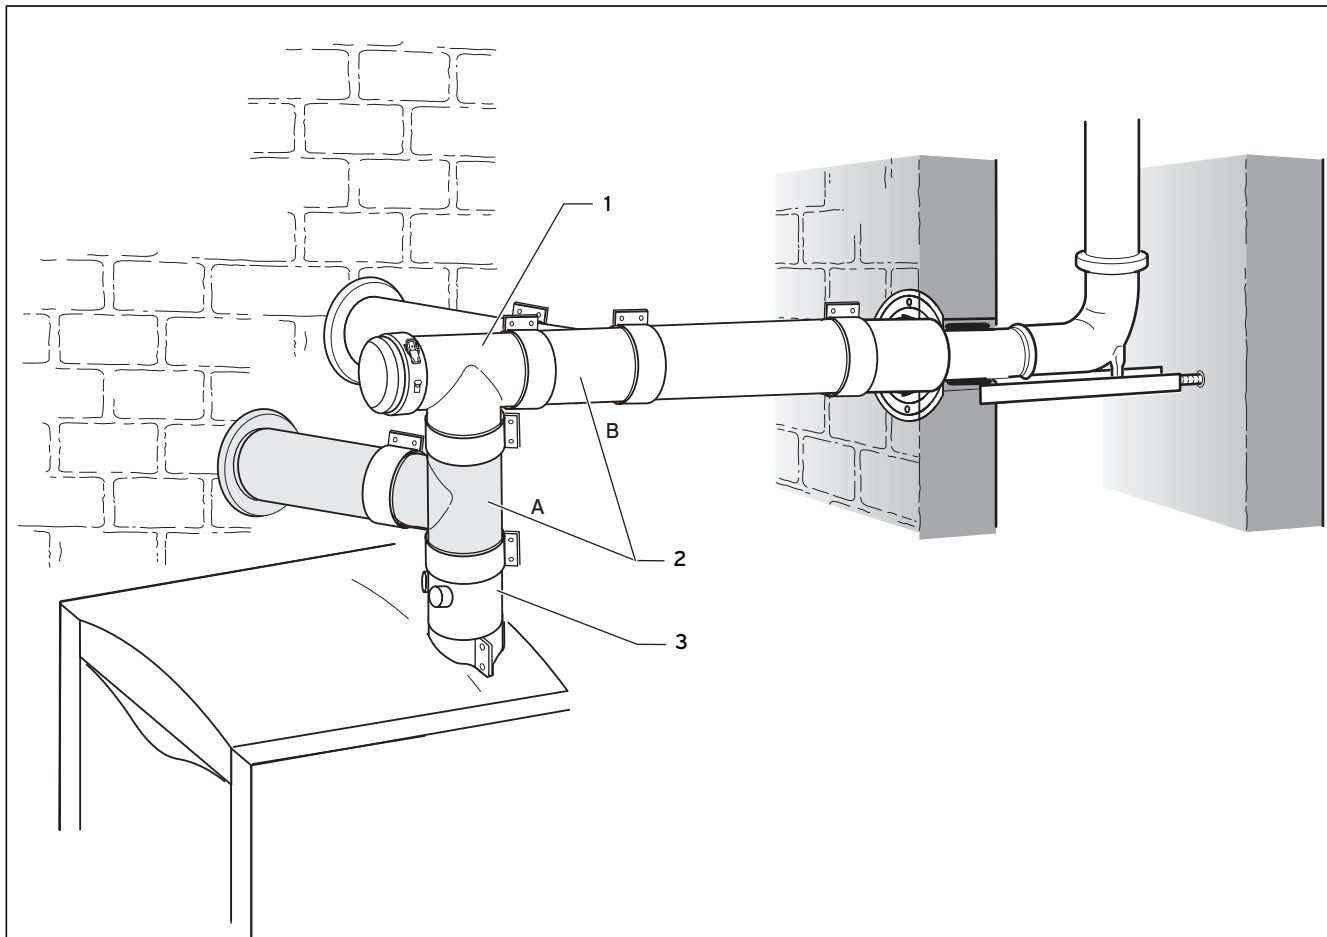

Рис. 4.33 Возможности подсоединения раздельного притока воздуха
- Соедините ревизионный тройник 87° (3) с переходником прибора (2).
- Соедините тройник для подсоединения воздуха (4) с ревизионным тройником 87° (3).
Тройник для подсоединения воздуха (4) также можно вставить между переходником прибора (2) и ревизионным тройником (3) (→ рис. 4.33).
- Вставьте разделительное устройство (5) с муфтой до упора в удлинитель (6).
- Соедините удлинитель (6) с выпускным газопроводом (7).
- Соедините разделитель (5) с тройником для подсоединения воздуха (4). Это место позднее служит местом разъединения.
- Установите хомут (8) разделительного приспособления.
- Проложите удлинители и трубы до тройника для подсоединения воздуха (4). Начните с воздухозаборника (1).